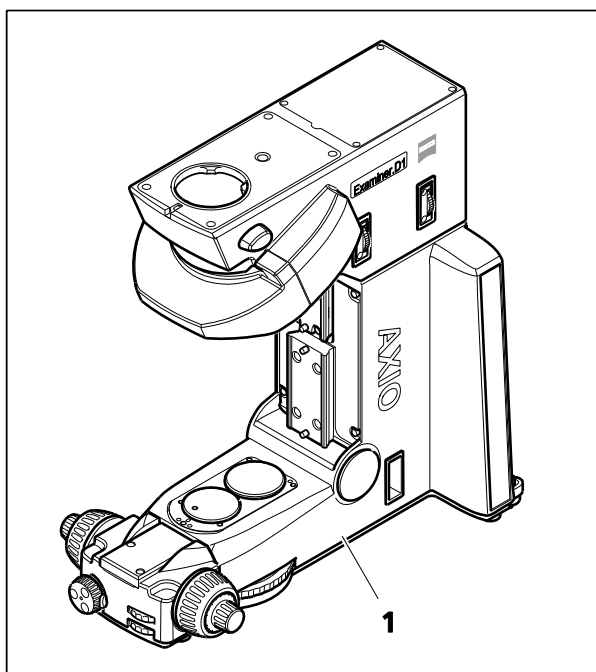

Figure 3-1 Installation du microscope
- Placer le statif du microscope (Figure 3-1/1) sur une surface exempte de vibrations, plane et non-inflammable.